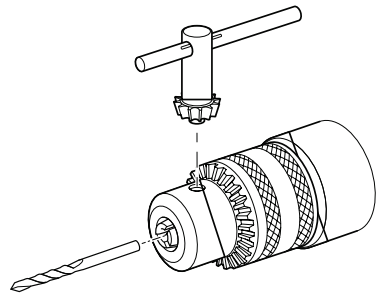

FIGURA 2
7.2 colocando uma broca de perfuração ou broca para colocação de parafusos. Mandril com chave. (FIGURA 2)